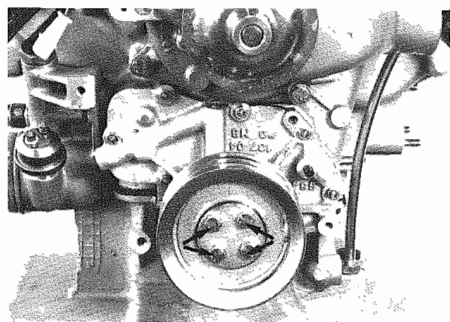
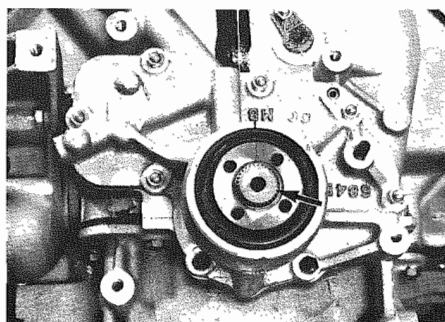

Fig. 65 - Viti di fissaggio
Fig. 66 - Anello di tenuta
- Allentare le viti di fissaggio (**Fig. 65**) e rimuovere tappo e puleggia; estrarre l'anello di tenuta sul mozzo (**Fig. 66**).
- Loosen screws (**Fig. 65**) and remove plug and pulley: take out seal ring on bulb (**Fig. 66**).